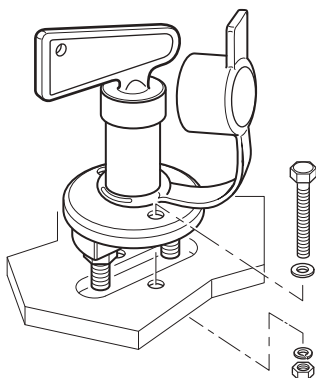

Fig. 45
- Monte el seccionador de baterías en un lugar adecuado del vehículo y fíjelo con los tornillos suministrados (Fig. 45).